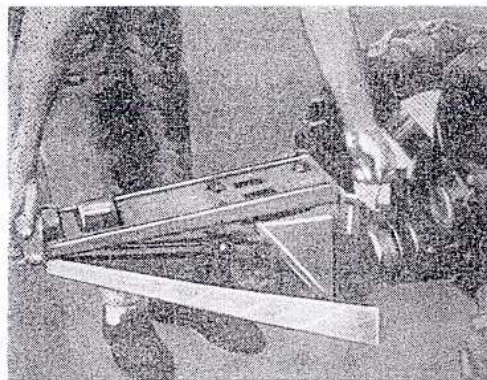

Fig. 23
3. Tøm ut oljen fra utliggerkassen (14). Dette må gjøres mens maskinen ennå er varm; man skrur av pluggen (30) for påfylling av kassen, og etter å ha trukket opp sperrebolten, dreier man utliggeren ca. $\frac{1}{4}$ omdreining slik at åpningen kommer ned. Drevhuset tømmes helt, utliggeren snues opp, slik at åpningen kommer opp. (Fig. 23). Deretter fyller man opp igjen med olje. Til slutt skrues pluggen fast (30), og utliggeren settes i normal stilling.